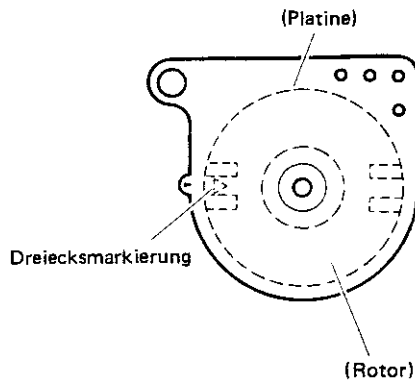
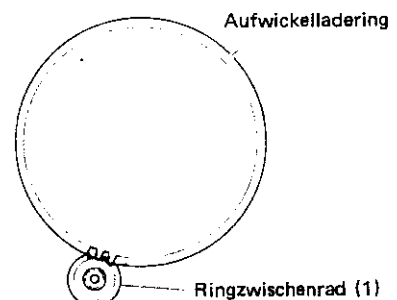
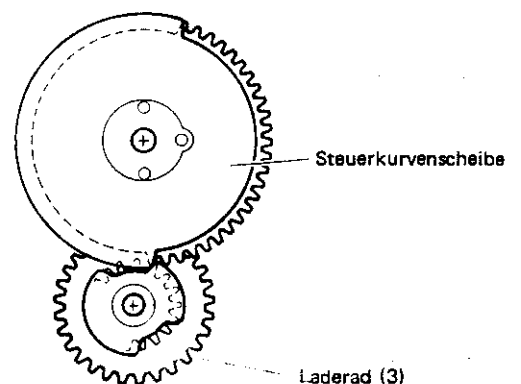

Abb. 2-4 Lademotorschalter
Abb. 2-7 Ladering
Abb. 2-8 Laderad (3)
1. Bei Stopbetriebsart muß der Lademotorschalter die in Abb. 2-4 gezeigte Position vorweisen.
3. Das Ringzwischenrad (1) wie in Abb. 2-7 gezeigt anbringen.
4. Ringzwischenrad (2) anbringen. Falls der Einbau behindert wird, den Entladering etwas im Uhrzeigersinn drehen, um den Einbau zu ermöglichen.
5. Die Steuerkurvenscheibe auf die Stopbetriebposition (siehe Abb. 2-4) einstellen. Die größere Backe von Laderad (3) auf den Ladering ausrichten. Sicherstellen, daß das Ende der kleineren Backe Kontakt zur Kante der Backe der Steuerkurvenscheibe, wie in Abb. 2-8 gezeigt, hat. Falls erforderlich, den Lademotor etwas im Uhrzeigersinn drehen, um den Einbau des Laderings (3) zu erleichtern.